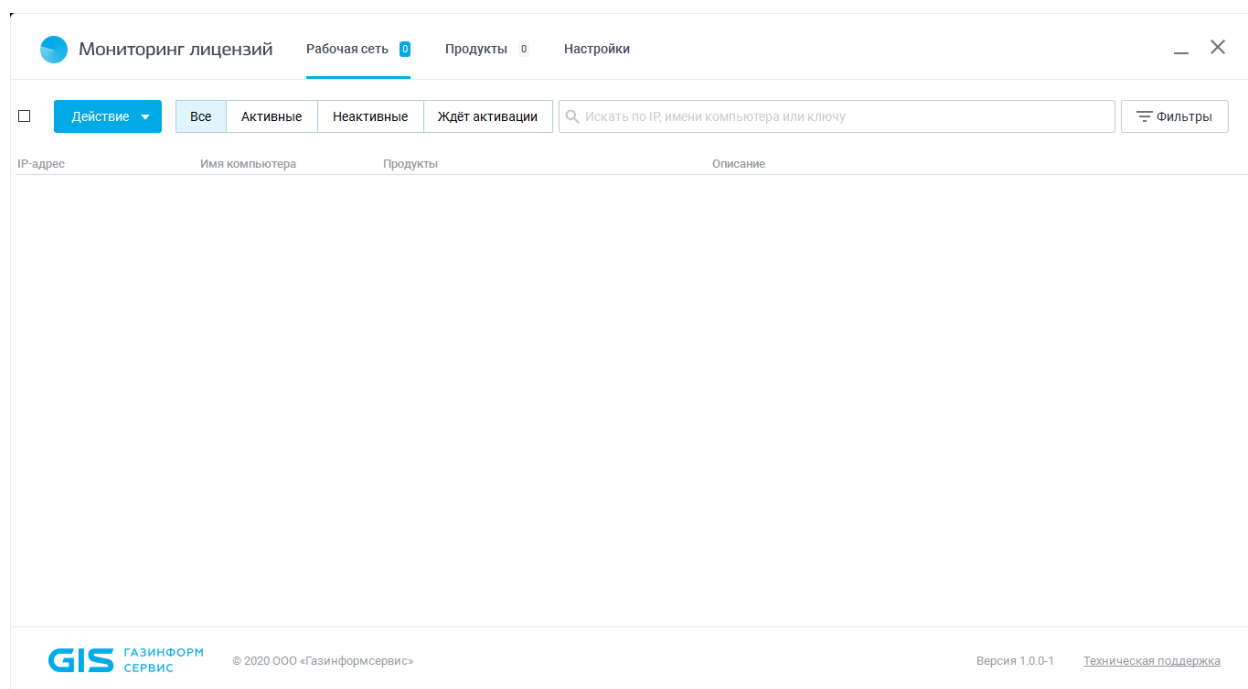

Рисунок 6.20 – Консоль серверной части компонента «Мониторинг лицензий»
6.3.1 Активация лицензии возможна с использованием компонента для удаленной активации «Мониторинг лицензий»5 (рисунок 6.20). Компонент «Мониторинг лицензий»